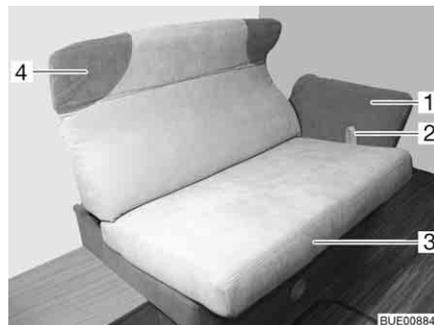

Fig. 87 Ajuste del banco longitudinal
- Tirar el lazo (Fig. 87,2) hacia arriba y tirar la superficie del asiento (Fig. 87,3) cuidadosamente hacia delante sobre los rieles.
- Sujetar el cojín de nuca (Fig. 87,4) con ambas manos y girarlo cuidadosamente hacia arriba o hacia abajo a la posición deseada.
- Sujetar el reposabrazos (Fig. 87,1) con ambas manos y girarlo cuidadosamente hacia abajo o hacia arriba a la posición deseada.